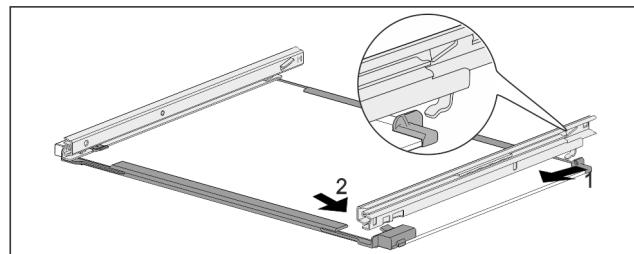

Fig. 173 Стъклена плоча с релси
- ▶ Закачете релсата отзад. Fig. 173 (1)
- ▶ Фиксирайте релсата отпред. Fig. 173 (2)